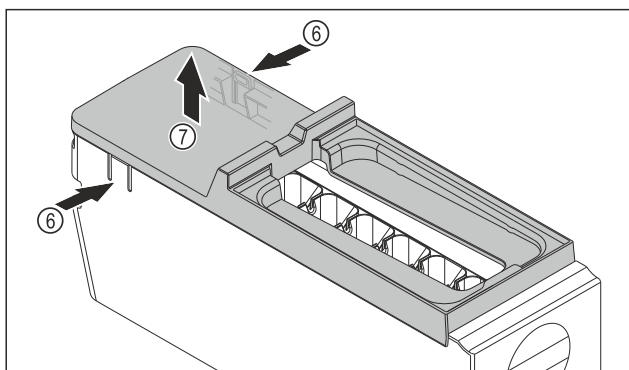

Fig. 79
- Abdeckung des EasyTwist-Ice-Korpus entnehmen: Laschen Fig. 79 (6) an den beiden Seiten des EasyTwist-Ice-Korpus mit einer Hand drücken.
- Abdeckung Fig. 79 (7) mit der anderen Hand nach oben entnehmen.